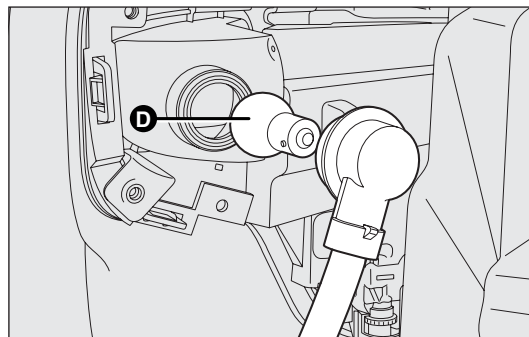

fig. 142
- enlever l'ampoule D-fig. 142 en la poussant légèrement et en la tournant dans le sens inverse aux aiguilles (blocage à « baïonnette ») puis la remplacer ;